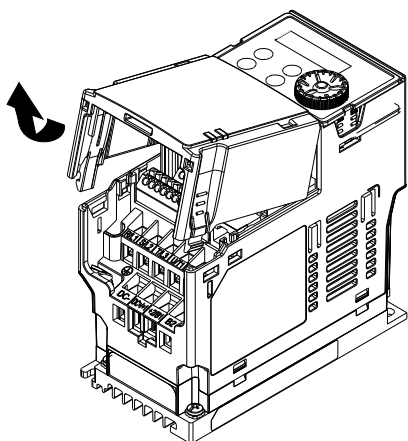

图8-17
1. 关闭变频器电源，取下变频器上盖，如图 8-17 所示。